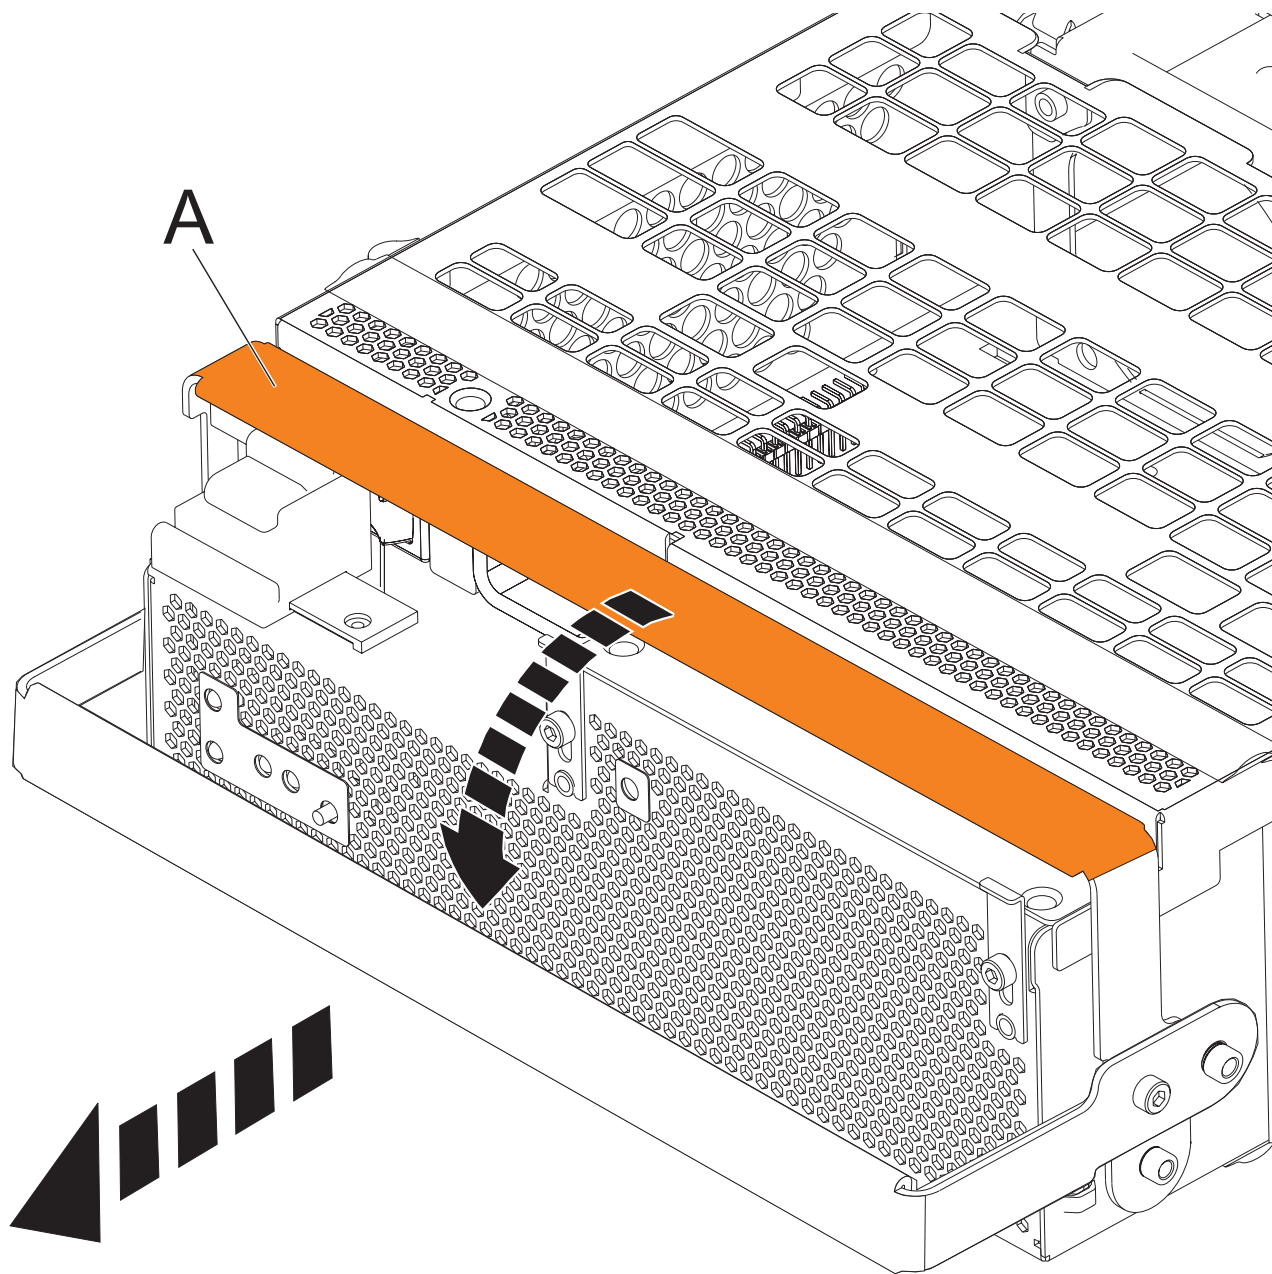

Figura 98. Extracció dels conjunts de conversió fora de línia
- a. Tibeu de la nansa de l'OCA (A) cap avall en la direcció que es mostra a la il·lustració per treure l'OCA del seu lloc. Consulteu Figura 98 a la pàgina 142.